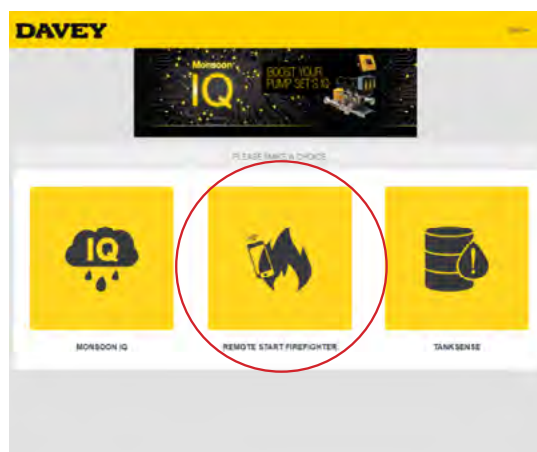

Figura 7.13
- > Cliccare sul thumbnail "REMOTE START FIREFIGHTER" (AVVIO FIREFIGHTER IN REMOTO)(Figura 7.13);